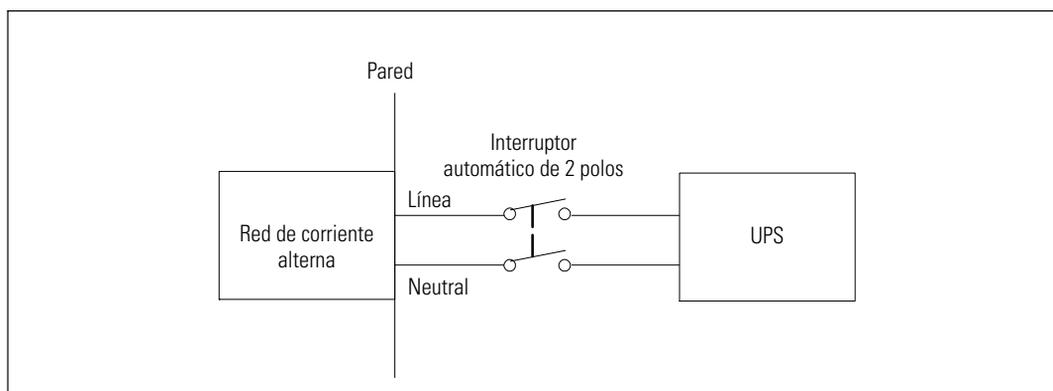

Figura 17. Diagrama del disyuntor
- El dispositivo de protección requiere un dispositivo de desconexión de dos polos entre la salida del UPS y la carga (ver Figura 17)